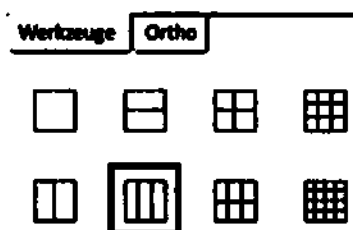

Рис.5.14. Варианты разделения главного окна для представления изображений
- Для ручной сшивки отдельных изображений, выберите удобный для вас вид представления изображений. На рис.5.14 представлено разделение главного окна для трех изображений.